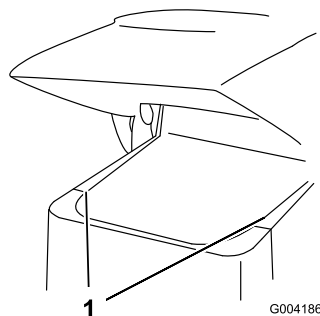

Figura 25
2. Far scorrere le griglie laterali (Figura 25) verso l'alto e al di fuori delle fessure nella griglia e nel telaio anteriori.